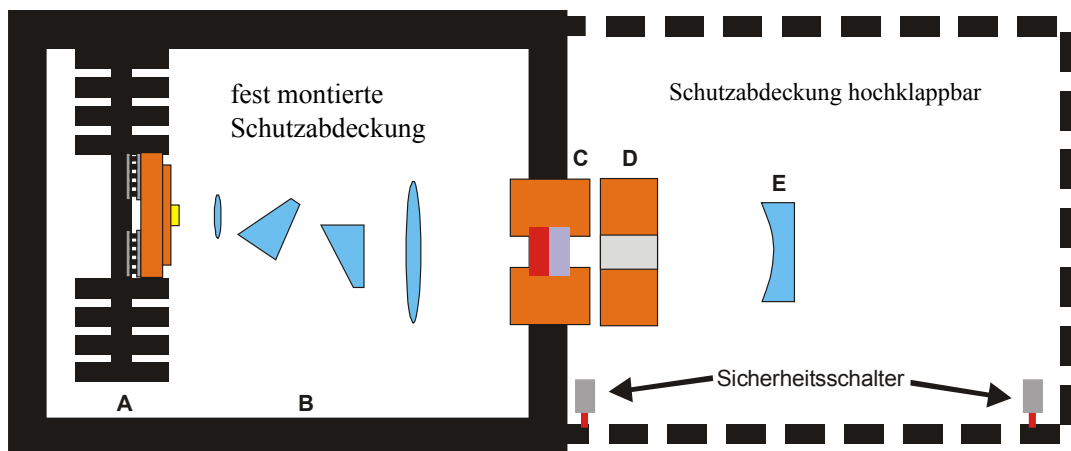

Abbildung 8: Aufbau der Schutzvorrichtungen
- Wird der Hauptschalter (1) eingeschaltet so leuchtet vor dem Praktikumsraum eine rote Warnlampe um Unbeteiligte auf den Laserbetrieb hinzuweisen.
- Wird der Hauptschalter eingeschaltet, so muss der Betriebsauswahlknopf (7) auf „Off“ stehen, andernfalls leuchtet die Interlockanzeige (3) und die Stromzufuhr der Pumplaserdiode ist deaktiviert.
- Der DPSS-Laser befindet sich unter einer zweigeteilten Schutzabdeckung. Der vordere Bereich (hier befindet sich die Pumpdiode A samt Kollimierungsoptik B vgl. Abb. 8) ist mit einer festen Abdeckung versehen. Diese darf nur vom Betreuer geöffnet werden! Der Resonatorbereich (C,D,E in Abb. 8) des DPSS-Lasers liegt unter einem Klappdeckel. Dieser Deckel betätigt zwei Sicherheitsschalter. Wird der Deckel geöffnet, so schaltet sich die Pumpdiode automatisch ab (Interlockanzeige leuchtet).